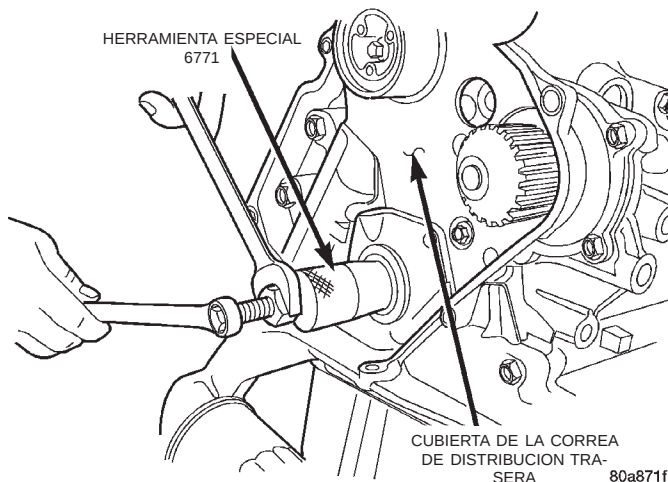

Fig. 74 Junta de aceite delantera del cigüeñal—desmontaje
- (4) Utilice la herramienta 6771 para retirar la junta de aceite delantera del cigüeñal (Fig. 74). Procure no averiar la superficie para juntas de la tapa.